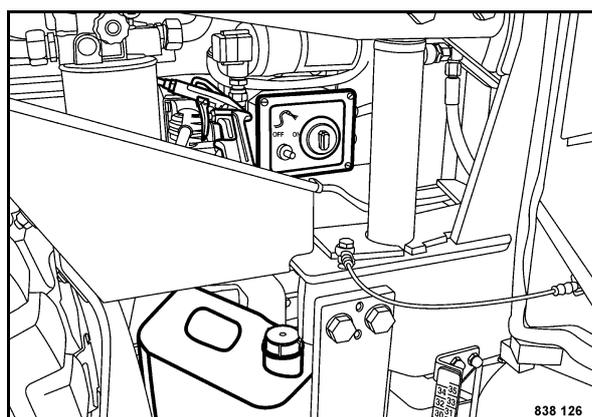

Fig. 94
- Spruzzare un agente di distacco su tutte le parti a contatto con l'asfalto servendosi dell'impianto di pulizia (Fig. 94).